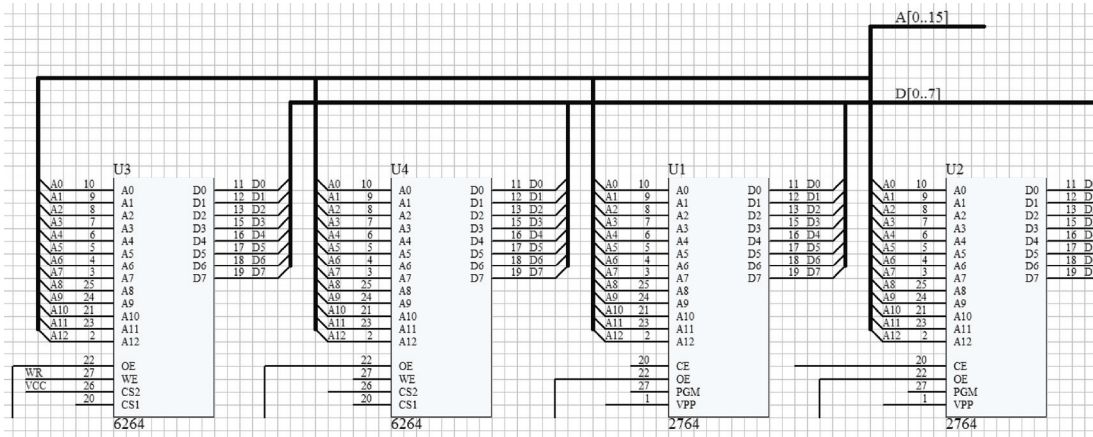

图 4-136 放置网络标签
(5) 执行“Place”→“Net Label”菜单命令，或单击工具栏中的按钮，放置网络标签，如图 4-136 所示。